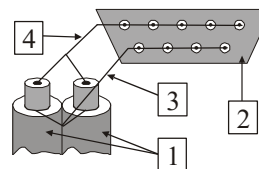

Рисунок 2.1 Монтаж кабеля линии ЛВС с разъемами DB-9
18. разъем 9 pin для подключения сети VBnet. Подключение производится только радио кабелем РК-75 или аналогами с волновым сопротивлением 75 Ом. Схема распайки разъемов 9 pin на кабель см рис.2.1 ;